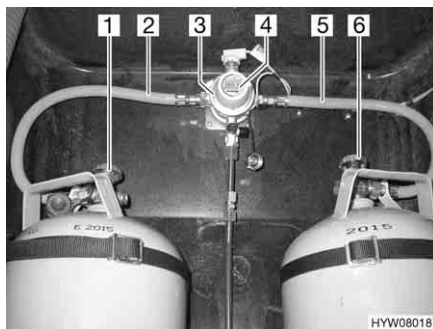
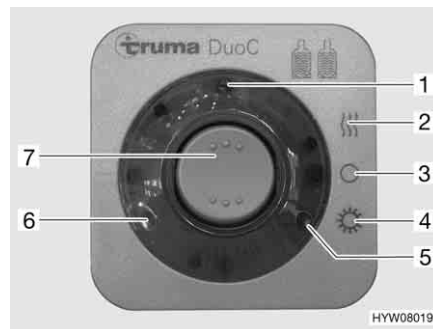

Fig. 70 Impianto di commutazione DuoControl
Fig. 71 Centralina di controllo
L'impianto di commutazione DuoControl è costituito da una valvola di commutazione (Fig. 70,3) e da una centralina di controllo (Fig. 71). La valvola di commutazione è installata tra i tubi del gas (Fig. 70,2 e 5). Con la manopola (Fig. 70,4) sulla valvola di commutazione è possibile stabilire, quale delle bombole del gas viene utilizzata come bombola in uso e quale bombola del gas viene utilizzata come bombola di riserva.
Sulla centralina di controllo (Fig. 71) possono venire azionate solo le funzioni elettriche. Le valvole principali di arresto delle bombole del gas (Fig. 70,1 e 6) devono essere aperti manualmente.
La valvola di commutazione garantisce una pressione del gas costante, indipendentemente da quale bombola provenga l'alimentazione del gas. Le due spie di controllo sulla centralina di controllo indicano il livello di riempimento della bombola in uso. Se è accesa la spia di controllo verde (Fig. 71,6), la bombola in uso è piena. Se è accesa la spia di controllo rossa (Fig. 71,5), la bombola in uso è vuota. Il rifornimento di gas avviene poi tramite la bombola di riserva.
- Aprire le valvole principali di arresto delle bombole del gas (Fig. 70,1 e 6).
- Con la manopola (Fig. 70,4) sulla valvola di commutazione (Fig. 70,3) selezionare la bombola del gas, da cui proviene la principale alimentazione del gas (bombola in uso).
- Sulla centralina di controllo (Fig. 71) attivare l'impianto di commutazione DuoControl.
Posizionare l'interruttore a bilico (Fig. 71,7) su funzionamento invernale "On e riscaldamento" (Fig. 71,2) oppure su funzionamento estivo "On" (Fig. 71,4). La valvola di commutazione è ora disareata. La spia di controllo gialla (Fig. 71,1) è accesa, se si seleziona la modalità di funzionamento invernale e l'impianto antighiaccio con regolatore è attivato.
- Portare l'interruttore a bilico (Fig. 71,7) in posizione "O" (Fig. 71,3). La spia gialla di controllo (Fig. 71,1) si spegne.
- Chiudere le valvole principali di arresto delle bombole del gas (Fig. 70,1 e 6).
Le spie di controllo sulla centralina di controllo (Fig. 71,5 e 6) segnalano all'interno del veicolo, se la bombola in uso è pronta al funzionamento.
Se la spia di controllo verde (Fig. 71,6) si spegne durante il funzionamento e la spia di controllo rossa (Fig. 71,5) si accende, significa che la bombola del gas selezionata come bombola in uso è vuota e deve essere sostituita. La bombola di riserva continua ad alimentare le utenze a gas.